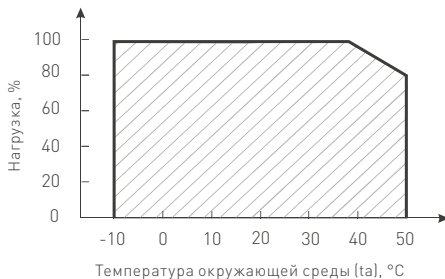

Рис. 2. Максимальная допустимая нагрузка, % от мощности источника.
- 4.4. Не нагружайте источник питания более 80% от его максимальной мощности. Учитывайте, что с повышением температуры окружающей среды, максимальная мощность источника питания снижается, см. график зависимости на Рис. 2.